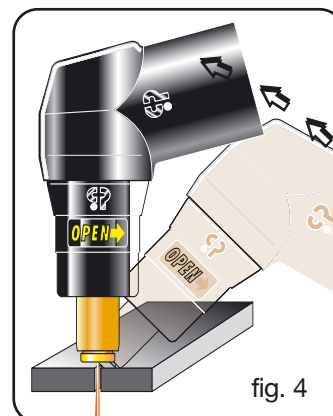

fig. 4
En el caso de que se deban realizar agujeros o se deba iniciar el corte desde el centro de la pieza, se deberá disponer la antorcha en posición inclinada y lentamente enderezarla de forma que el metal fundido no venga salpicado sobre la tobera (ver fig. 4). Esta operación deberá ser realizada cuando se agujerean piezas de espesor superior a los 3 mm.
En el empleo en automático (ver fig. 5) mantener la tobera distante 6/7 mm. De la pieza y después de haber efectuado el agujero acercarla a aproximadamente $\frac{3}{4}$ mm. Para espesores superiores a los 6/8mm hay que perforar el material antes del corte. En el caso de que se deban efectuar cortes circulares se aconseja de utilizar el específico compás proporcionado a petición. Es importante recordar que la utilización del compás podría hacer necesario el empleo de la técnica de partida indicada más arriba (fig. 4).
- . Espesor excesivo de la pieza (ver diagramas velocidad de corte, fig. 4)